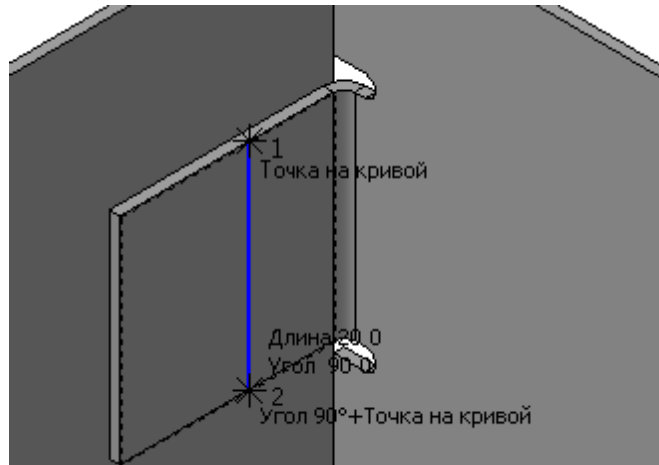

Рисунок 27.
- Постройте на грани вертикальный отрезок (рис. 27).